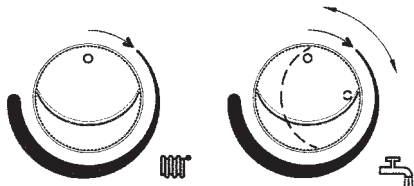

Figure 17B
- 2) lorsque le bouton 7 est sur cette position, le faire tourner 2 fois de suite rapidement ($\sim 1/4$ de tour) dans le sens des aiguilles d'une montre comme le montre la figure 17B.
- 2) lorsque le bouton 6 est sur cette position, faire deux rotations rapides et consécutives (~1/4 de tour) dans le sens des aiguilles d’une montre, comme le montre la figure 17B.